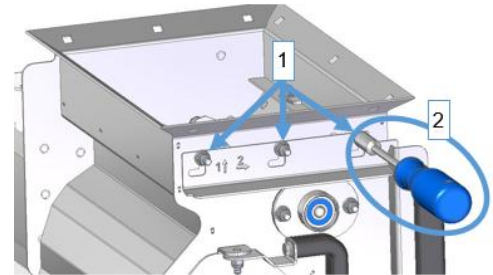

Abbildung 24
- Die 3 Schrauben, welche zur Befestigung der Abdeckung auf der Dosiereinheit dienen (siehe Abbildung 24), werden mit dem mitgelieferten Steckschlüssel gelockert. Die Abdeckung lässt sich nun per Hand leicht verschieben.